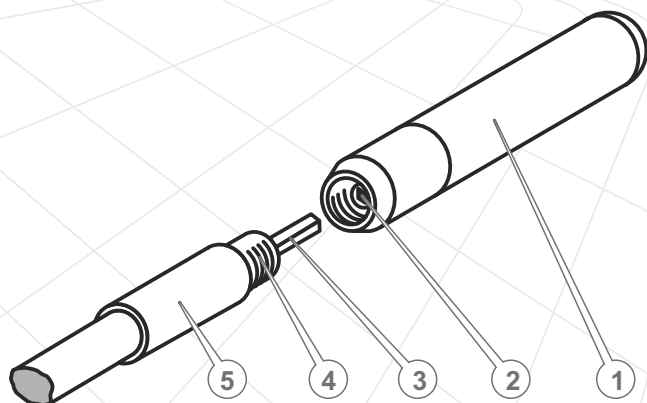

Рисунок 5
1. Зажать соединительную муфту гибкого вала (5) (см. рис. 5) вертикально в тисках с призматическими губками.
2. Нанести водонепроницаемый герметик на резьбу (4) соединительной муфты гибкого вала.
3. Насадить вибронаконечник (1) резьбовым участком на гибкий вал, при этом сердечник гибкого вала (3) ввести в переходник для сердечника гибкого вала на вибронаконечнике (2).
4. Закрутить по резьбе (до упора) корпус вибронаконечника (1) на соединительную муфту гибкого вала (4) с помощью гаечного ключа.